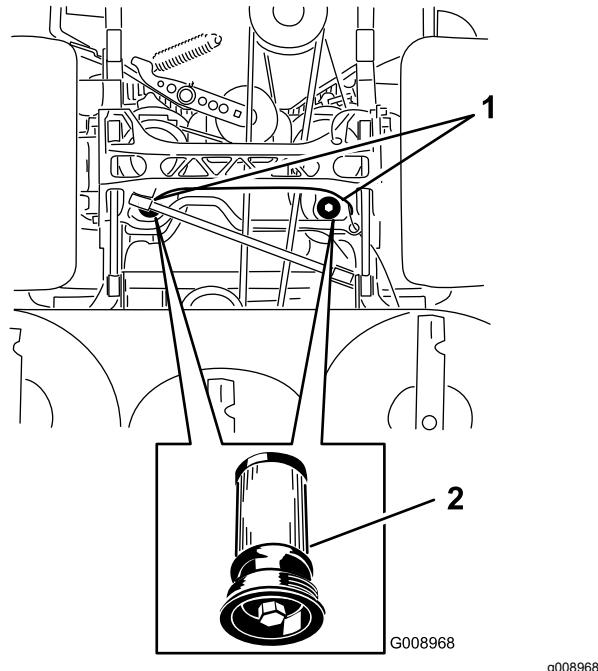

Figura 84
5. Coloque un recipiente debajo del filtro, retire el filtro usado y límpie la superficie (Figura 84).
6. Aplique una capa fina de aceite hidráulico a la junta de goma del filtro nuevo (Figura 84).